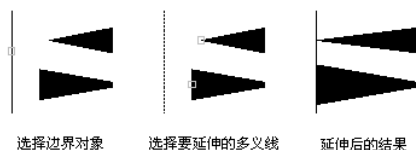

图 5-54 延伸对象
(1) 如果要延伸的对象是适配样条多义线, 则延伸后会在多义线的控制框上增加新节点。如果要延伸的对象是锥形的多义线, AutoCAD 2015会修正延伸端的宽度, 使多义线从起始端平滑地延伸至新终止端。如果延伸操作导致终止端的宽度可能为负值, 则取宽度值为0, 如图5-54所示。
(2) 选择对象时, 如果按住Shift键, 系统自动将“修剪”命令转换成“延伸”命令。